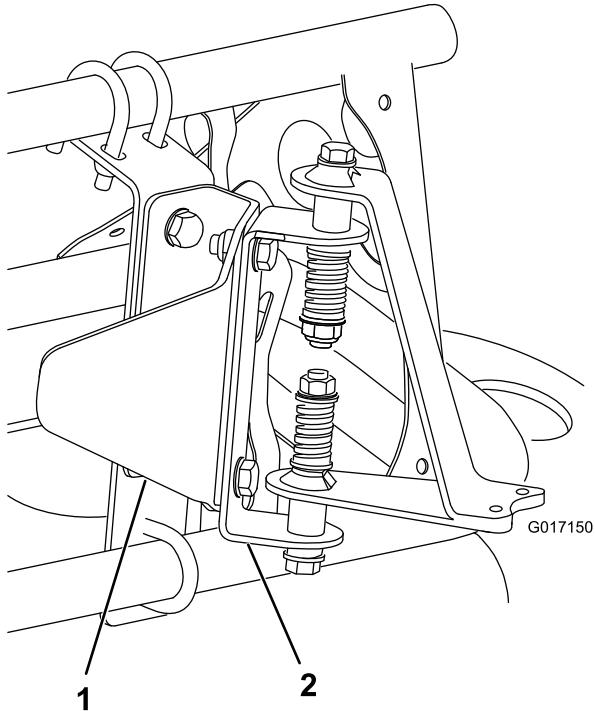
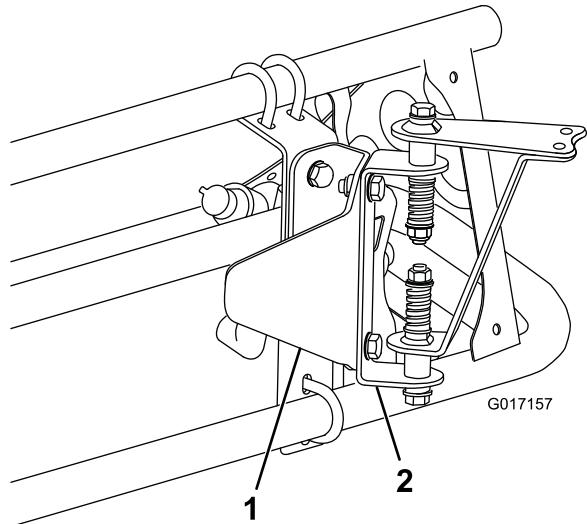

Figura 11
Figura 12
3. Instale los herrajes de montaje del sensor en el protector del sensor con 2 pernos (5/16 x 3/4 pulgada) y 2 contratuerca (5/16 pulgada) según se muestra en Figura 11 (brazo cubierto) o Figura 12 (brazo abierto).